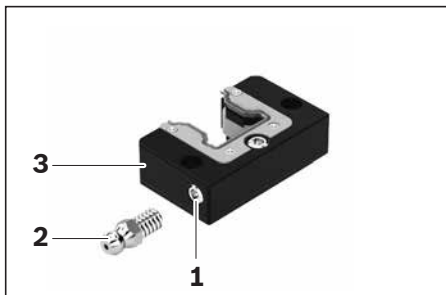

图 1
- ▶ 从润滑孔上拆下螺塞 (图 1, 件号 1), 并保管好。
- ▶ 旋入润滑嘴 (2)。
- ▶ 将前置润滑单元 (3) 平放, 根据表 1 给出的数量注入润滑油, 然后静置约 36 个小时。
根据曲线图 1, 当达到补充润滑周期后, 则必须根据表 1 给出的油量, 加注润滑剂。
曲线图 1